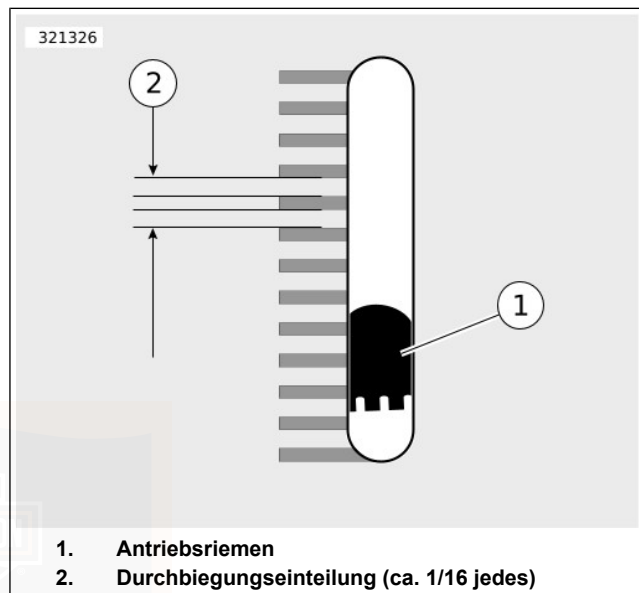

Abbildung 67. Sichtfenster der Riemendurchbiegung
- a. Den O-Ring (4) zur Null-Markierung (3) schieben.
- b. Riemenhalterung (2) an der Unterseite des Antriebsriemens anlegen, linear mit dem Riemendurchbiegungs-Sichtfenster.
- c. Den Knopf (6) nach oben drücken, bis der O-Ring nach unten auf die Markierung 4,54 kg (10 lb) (5) rutscht; dort festhalten.
3. Siehe Abbildung 67 . Die Riemendurchbiegung durch das Riemendurchbiegungs-Sichtfenster messen und dabei das Prüfgerät ruhig halten. Jede Durchbiegungseinteilung entspricht ungefähr 1,6 mm (1/16 Zoll).